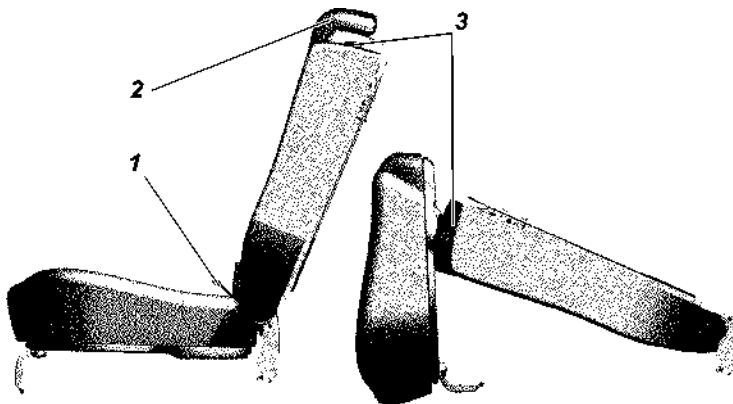

Рис. 3.47. Заднее трехместное сиденье:
Заднее трехместное сиденье (рис. 3.47) состоит из одноместной и двухместной подушки и одноместной и двухместной спинки.
- потяните за петлю 1 (рис. 3.47) (предварительно надавив на подушку, только для УАЗ ПИКАП), установите подушку в вертикальное положение;
- потяните за рычаг 3 по направлению движения автомобиля, освободив спинку, уложите ее, как показано на схеме, рис. 3.47;